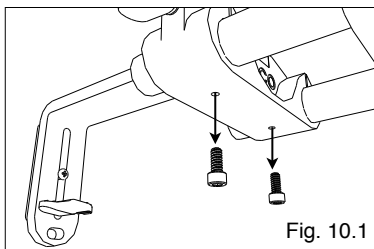

Fig. 10.1
1. Desenrosque los dos tornillos con cabeza que están debajo del Trineo como se muestra en la Fig. 10.1.